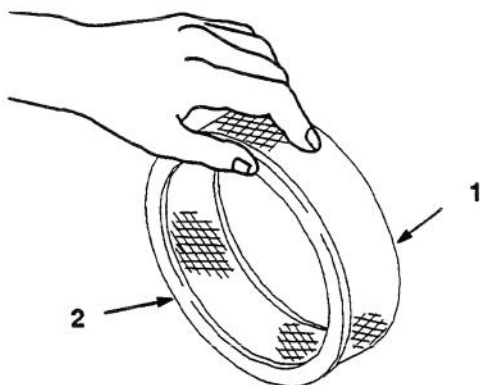

Figure 17
- A. Taper légèrement l'élément sur une surface plane pour éliminer poussière et saleté (Fig. 17).